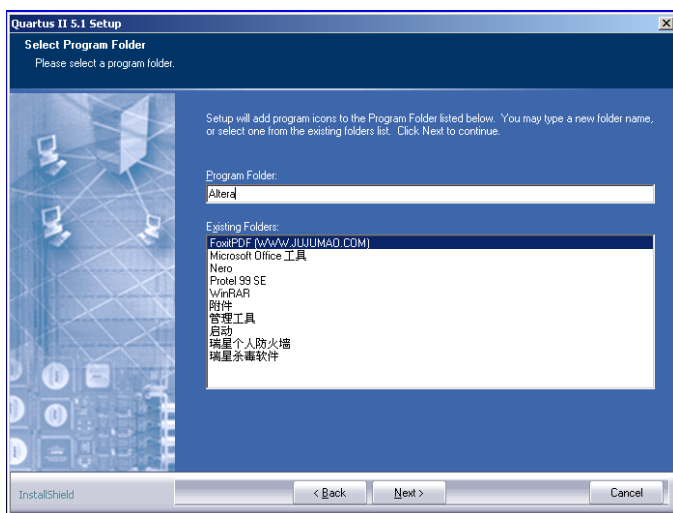

图 3-10 程序组名称设定
(8) 如果用户的安装硬盘空间足够大，建议选取完全安装模式进行安装。选取后，点击 NEXT 进入程序组名称设定界面如图 3-10 所示。
(9) 在图 3-10 中用户可以在 Program Folder 项目下输入 QuartusII 所在